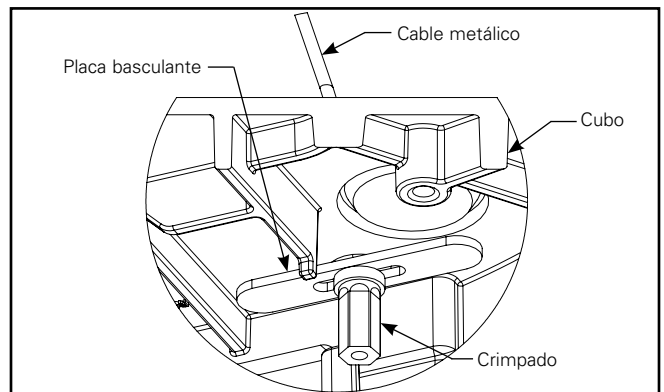

Figura 3.3.
- C. Después de insertarlo, asegúrese de que la superficie de la placa basculante esté paralela a la superficie superior y no se obstruya con las nervaduras de la cubierta superior del cubo (Figura 3.3). Nivele la unidad haciendo ajustes en el punto medio del juego de cables de 4 puntos.